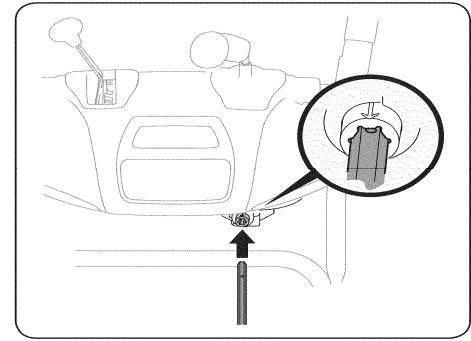

Рис. 7
7. Убедитесь в том, что все тросики расположены с левой стороны от тяги управления желобом. Выставьте тягу таким образом, что бы отверстие в шестигранной части тяги были в линию со стрелкой на входном валу и установите шестигранное окончание тяги во входное отверстие вала джостика, расположенного под панелью управления. См. Рис. 7.